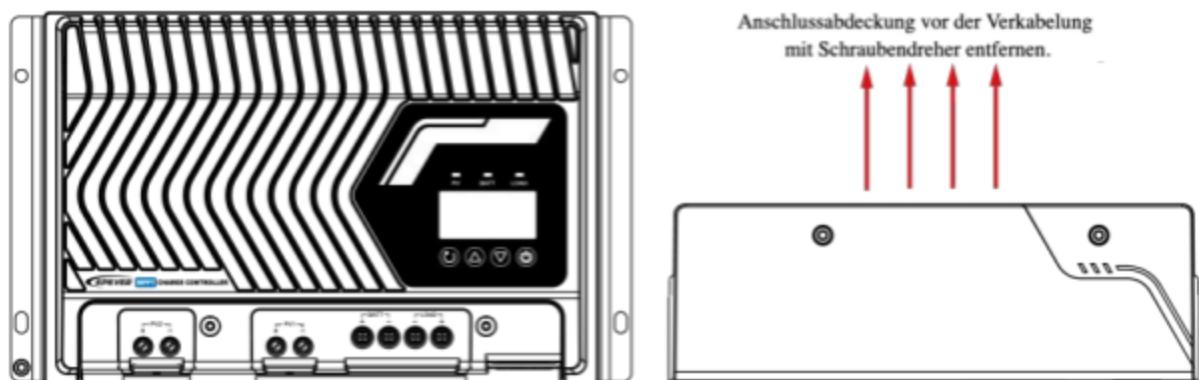

Abbildung 2-3: Entfernen der Klemmenabdeckung (IP43)
Schließen Sie den Laderegler in der Reihenfolge "① Boden > ② Akku > ③ Laden > ④ PV-Anlage > ⑤ Kommunikationsmodule" und trennen Sie die Verkabelung des Ladereglers in umgekehrter Reihenfolge wie in Abbildung 2-3.